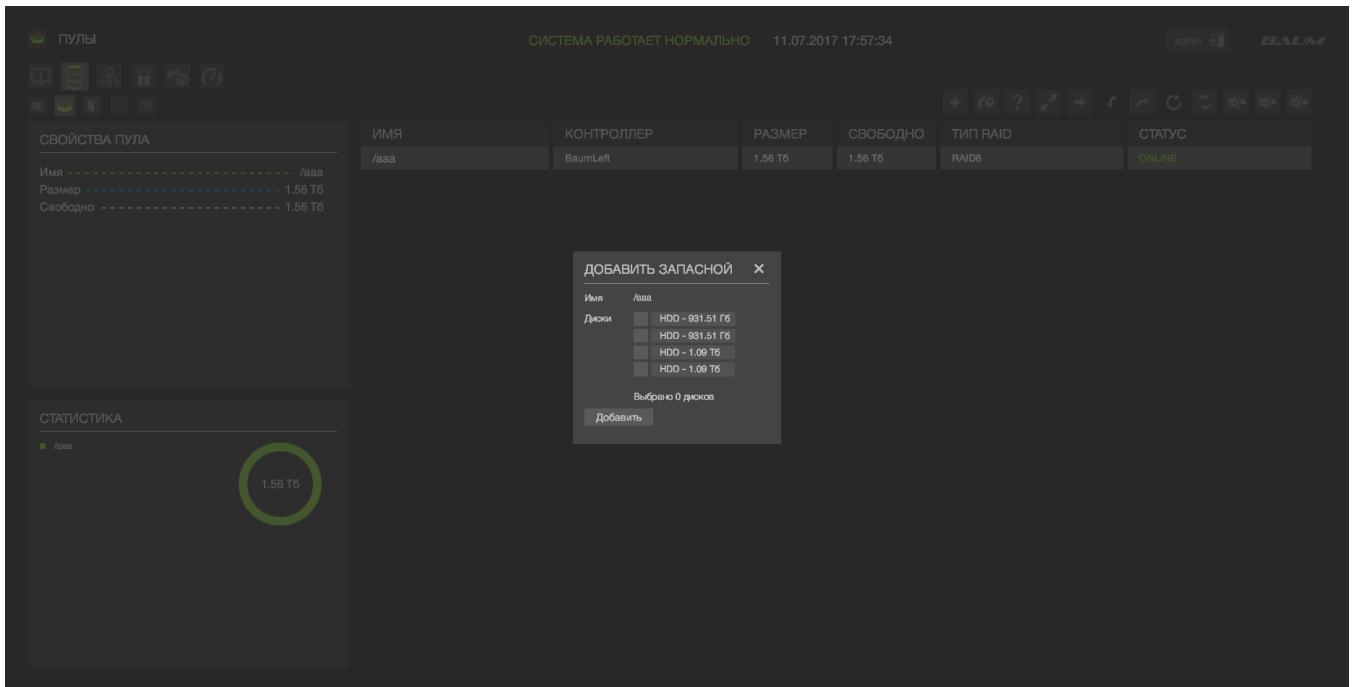

Рисунок 26 – Добавление в пул запасного диска
- 3) Нажать на кнопку справа «Добавить запасные» (см. Рисунок 26).